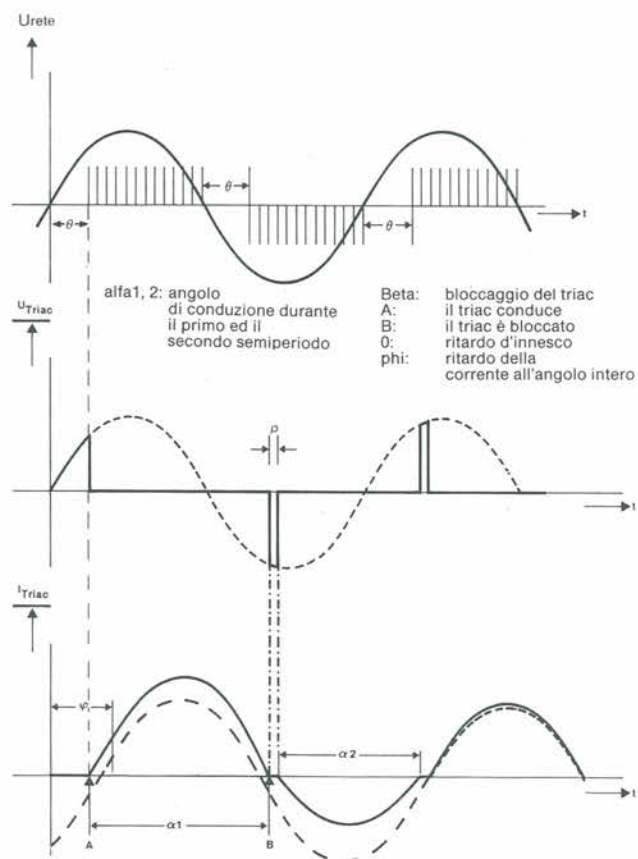

Figura 2. Innesco mediante un treno d'impulsi sincronizzato con la tensione di rete.
La Figura 1c mostra un circuito di controllo per triac leggermente più complicato. Successivamente all'impulso di innesco, vengono generati altri impulsi supplementari, fino al successivo passaggio per lo zero della tensione di rete. Il funzionamento del circuito è illustrato nello schema di temporizzazione della Figura 2. Supponendo una differenza di fase "phi" di 85° tra la tensione di rete e la corrente nel carico ed un angolo di gate 0 di 60°, il triac viene innescato dopo che è trascorso il ritardo d'innesco (A) e rimane in conduzione fino a circa 240° (B), grazie al treno d'impulsi. Viene poi bloccato in corrispondenza al punto B, ma immediatamente fatto ripartire dal successivo impulso ripetitivo applicato al gate. Durante il primo semiperiodo, il funzionamento è leggermente asimmetrico, ma la durata della conduzione diviene gradualmente più bilanciata, come mostrato dalla curva tratteggiata.
Consultate ancora una volta il diagramma di temporizzazione di Figura 2, per osservare ulteriori particolari riguardanti il funzionamento del circuito. I diodi zener D5-D8 forniscono una protezione contro le sovratensioni e, contemporaneamente, garantiscono una tensione di alimentazione stabile per il circuito di innesco, eliminando le